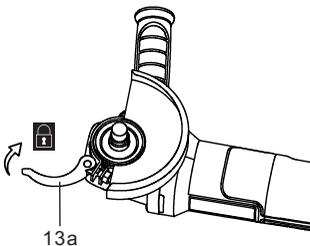

Fig. 7
3. Cierre la palanca de sujeción (13a) (Figs. 7, 8).